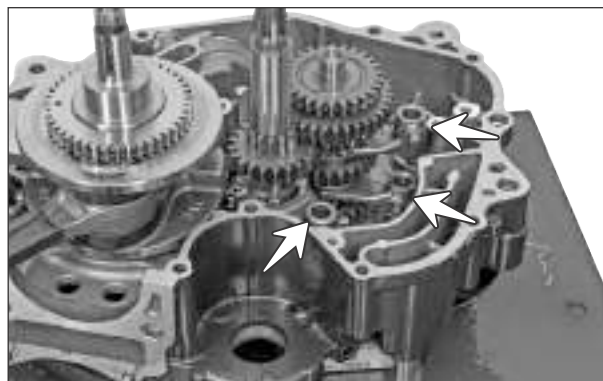

Fig. 3.185
- Montar el cambio de engranajes no.1 tenedor, tenedor de engranajes cambiar ninguna. 2 y el engranaje tenedor de conversión a elevada velocidad en su respectiva posición. (Fig. 3.185)